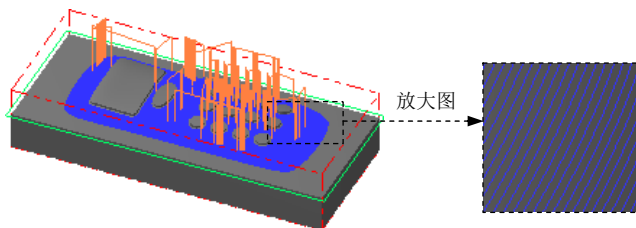

图 24.23 刀具路径
(1) 在“曲面精加工环绕等距”对话框中单击 选项卡，在 文本框中输入值 0.015，在 文本框中输入值 0.15，选中 复选框，取消选中 按钮前的复选框，其他参数均采用系统默认设置值。
(2) 单击 按钮，在系统弹出的“刀具路径的间隙设置”对话框的 下面的下拉列表中选择 选项，选中 复选框，然后单击 按钮。
Step8. 完成参数设置。单击“曲面精加工环绕等距”对话框中的 按钮，系统在图形区生成图 24.23 所示的刀具路径。